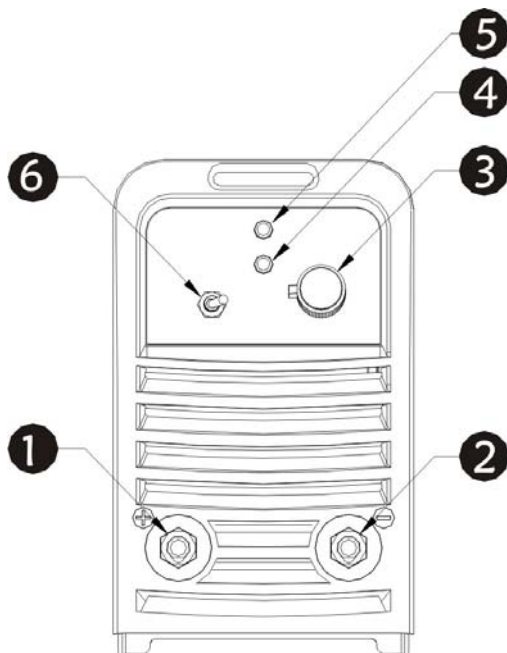
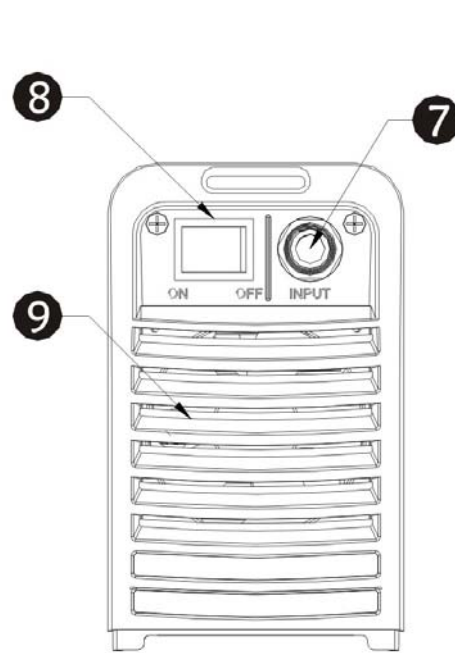

Figura 1
Figura 2
- **Panel de control delantero** (véase la Figura 1)
- (1) **"+" borne salida:** Para conectar el portaelectrodo.
- (2) **"-" borne salida:** Para conectar la pinza de masa.
- (3) **Selector corriente de soldadura:** Para regular la corriente de salida.
- (4) **LED de encendido:** Indica la presencia de corriente. El LED encendido nos señala que el interruptor de la máquina se encuentra en posición ON.
- (5) **LED de sobrecalentamiento:** Indica sobrecalentamiento en el equipo. El LED encendido nos señala que la temperatura interior de la máquina es demasiado alta y que ésta se encuentra en modo de protección contra sobrecalentamientos.
- (6) **Selector de modo MMA/TIG** Para cambiar entre MMA y TIG.
- **Panel de control trasero** (véase la Figura 2)
- (7) **Entrada de potencia:** Cable de entrada de potencia.
- (8) **Interruptor general de encendido de la máquina:** Interruptor de corriente ON/OFF.
- (9) **Ventilador**